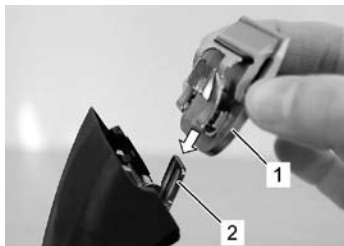

図 14
6. 好みのバリカンヘッドをブレードヒンジにはめ込みバリカンへ軽く押し付けます(図14、15、16)。